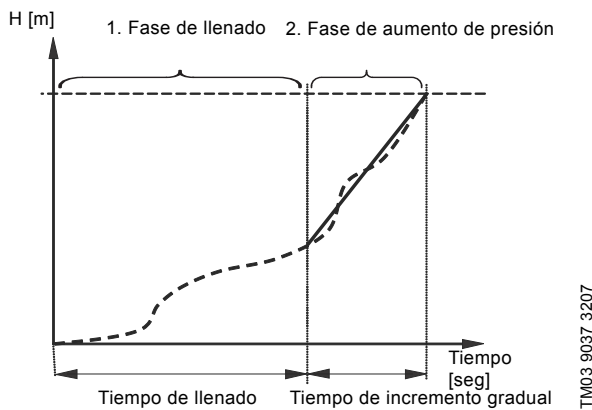

Fig. 16 Fases de llenado y aumento de presión
2. Cuando el sensor de presión del sistema detecta que las tuberías se han llenado de agua, se incrementa la presión hasta que se alcanza el punto de ajuste. Ver fig. 16.